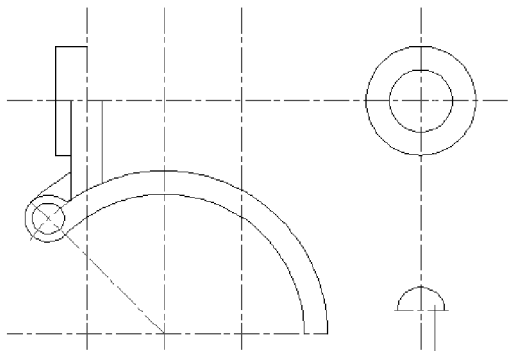

图 5-27 通过极轴追踪来绘制主视图的轮廓直线
③ 继续指定下一点坐标为 (@0, 70), 接着再次指定下一点为水平极轴与直线 5 的交点, 所得结果如图 5-27 所示。